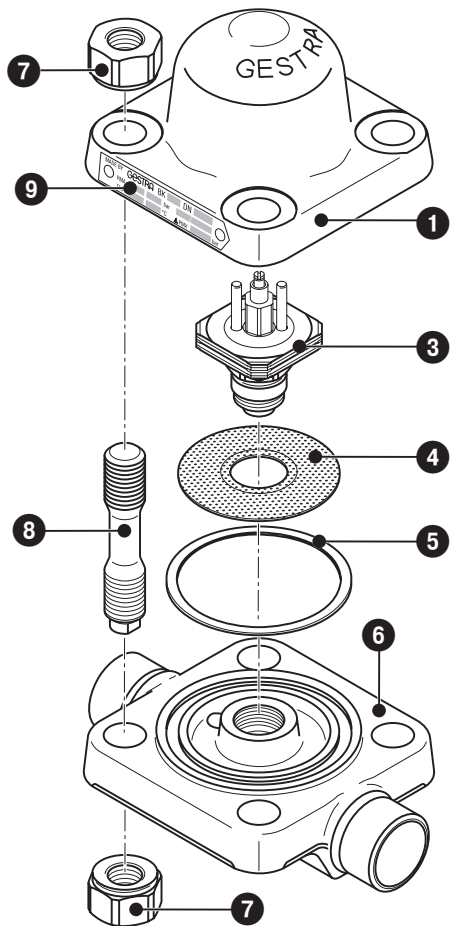
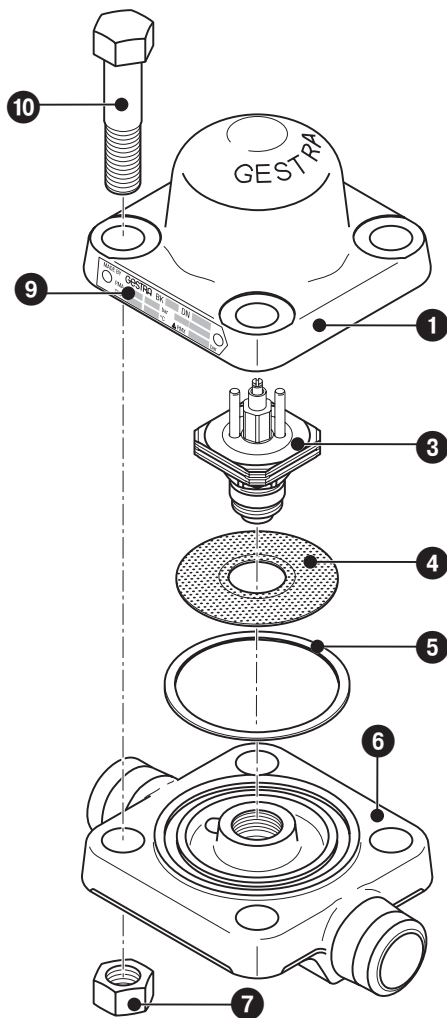
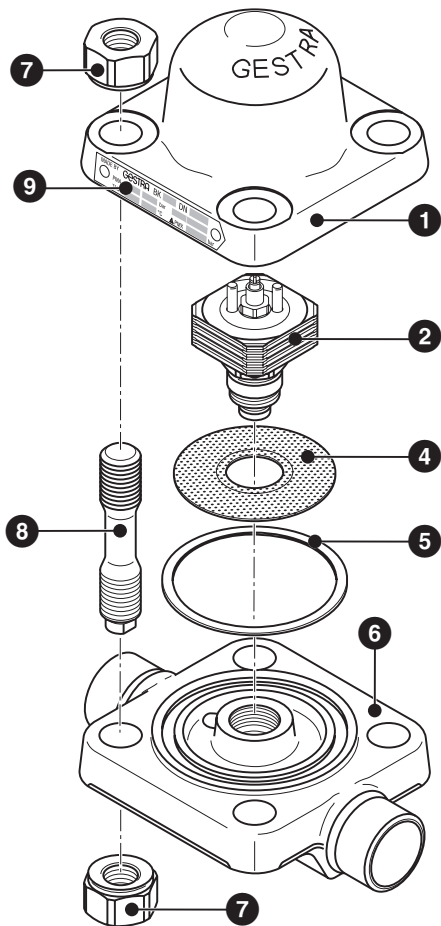
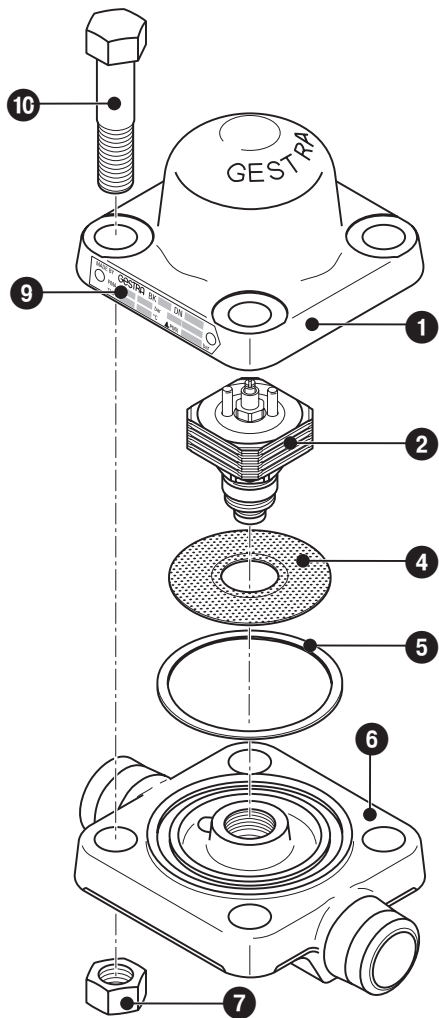

Fig. 2
Fig. 3
Fig. 4
Fig. 5
1. Szerelje le az **1** fedelet a **6** házról. **Fig. 2, Fig. 3, Fig. 4, Fig. 5**